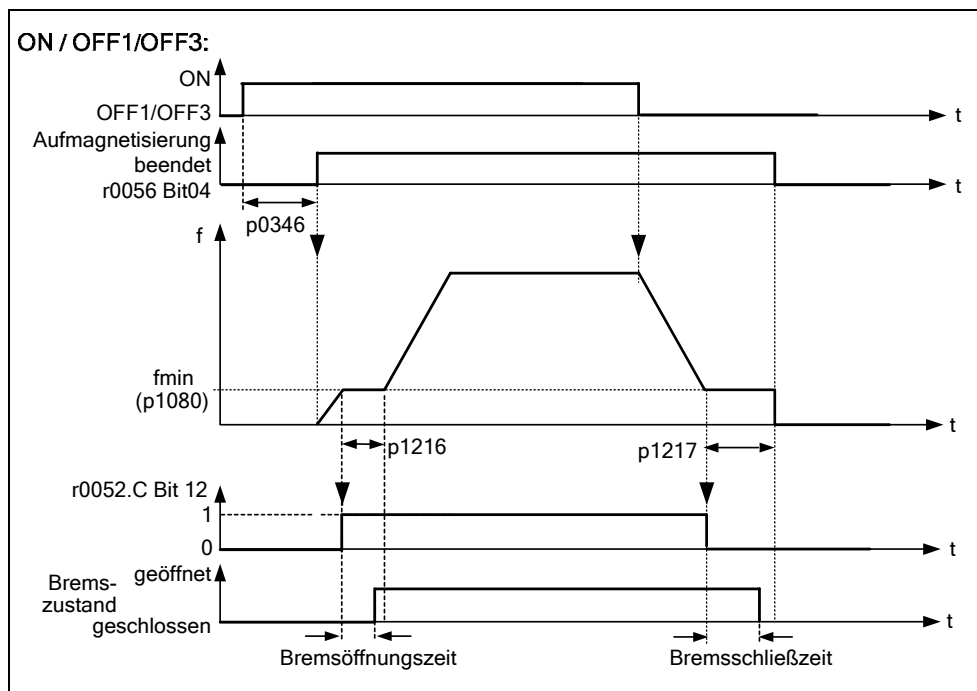
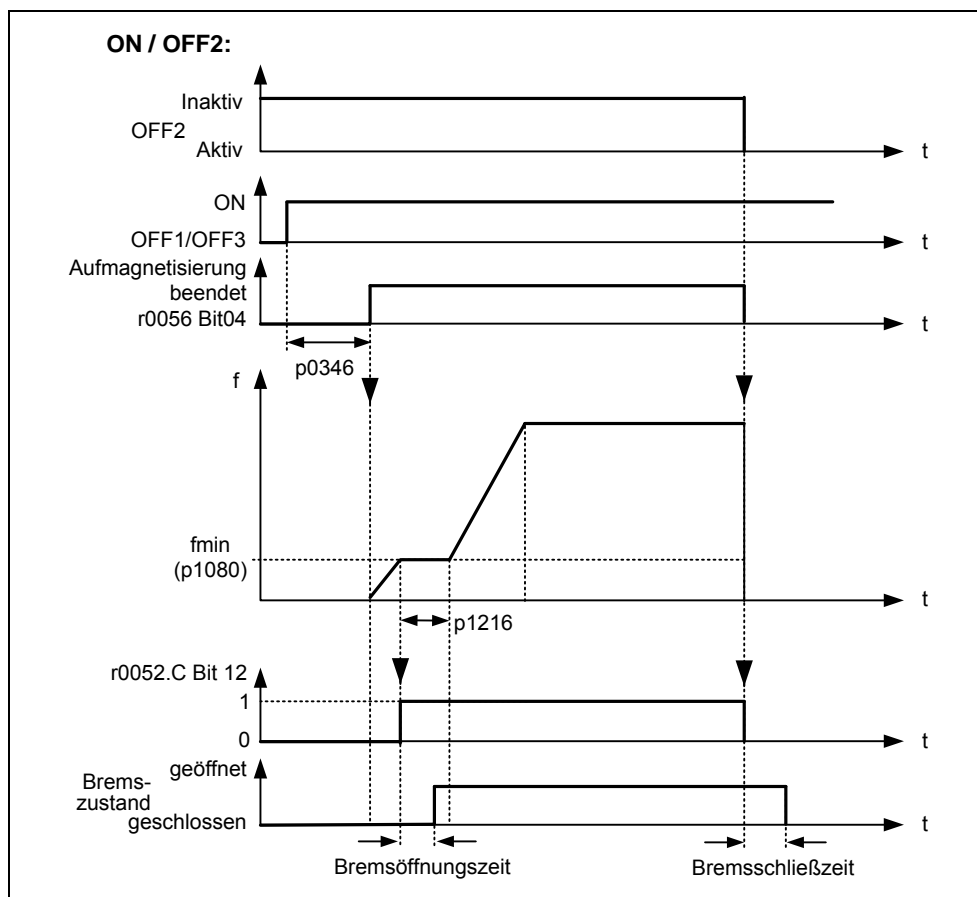

Bild 3-58 Motorhaltebremse nach EIN / AUS1
Bild 3-59 Motorhaltebremse nach AUS2
Vor dem Öffnen der Bremse muss die Impulssperre aufgehoben und ein Strom eingepreßt werden, der den Antrieb in der augenblicklichen Position hält. Der eingepreßte Strom wird dabei durch die min. Frequenz P1080 bestimmt. Ein typischer Wert hierfür ist der Motornennschlupf r0330. Um die Motorhaltebremse vor einer dauerhaften Beschädigung zu schützen, darf der Motor erst, nachdem die Bremse gelüftet hat (Lüftzeiten von Bremsen 35 ms ... 500 ms), weiter verfahren werden. Diese Verzögerung muss im Parameter P1216 "Freigabeverzögerung Haltebremse" berücksichtigt werden (siehe Bild 3-58).
Das Schließen der Motorhaltebremse wird entweder durch AUS1 / AUS3 oder AUS2 eingeleitet. Bei AUS1 / AUS3 wird der Motor bei Erreichen der min. Frequenz P1080 solange mit dieser Frequenz beaufschlagt bis die Bremse eingefallen ist (Einfallzeiten von Bremsen 15 ms ... 300 ms). Die Dauer wird über den Parameter P1217 "Rückhaltezeit Haltebremse" vorgegeben (siehe Bild 3-58). Wird hingegen ein AUS2-Befehl ausgelöst, so wird unabhängig vom Antriebszustand das Zustandssignal r0052 Bit 12 "Motorhaltebremse aktiv" zurückgesetzt. D.h., Bremse fällt unmittelbar nach AUS2 ein (siehe Bild 3-59).
- ◆ Zum Öffnen/Schließen steuert der digitale Ausgang an Punkt 1/2 (siehe Bild 3-58) die Motorhaltebremse an. Voraussetzung ist, die Aktivierung der Motorhaltebremse P1215 als auch die Auswahl der Motorhaltebremse beim Digitalausgang.